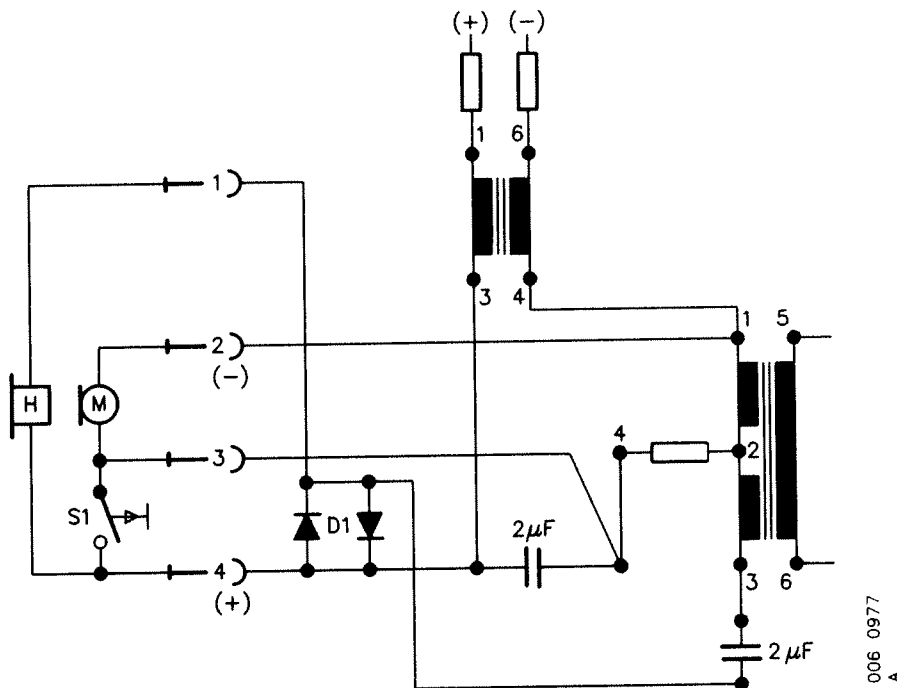

Bild 43. Trolig koppling av enheten före modifiering
Bild 43 redovisar ett troligt kopplingsalternativ av enheten. Vänster och höger sida är kopplade på exakt samma sätt. Ändra en sida i taget.
- Kontrollera om förbindningsdragning i enheten stämmer med kopplingsalternativet enligt bild 43.
- Stämmer inte kopplingsalternativet enligt bild 43 dokumentera förbindningsdragningen av enheten. Ändra sedan på lämpligaste sätt förbindningsdragningen så att (+) plusmatning erhålls på jackens stift 3 och taltransformatorns mittuttag stiftet 4, blir anslutet till jackens stift 4.